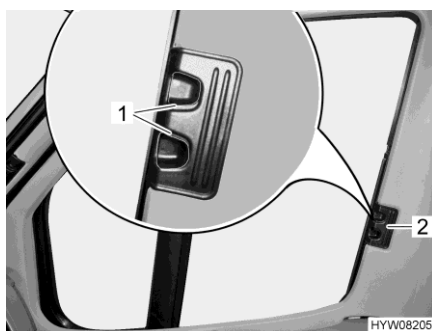

Fig. 45 Tendina oscurante pieghevole (finestrino del conducente/passeggero)
- Premere le maniglie di sbloccaggio (Fig. 45,1) e mantenerle premute.
- Con la levetta (Fig. 45,2) tirare le tendine oscuranti pieghevoli per il finestrino del guidatore e del passeggero verso l'altro lato della finestra e congiungerle alle strisce magnetiche.
- Inserire fino all'arresto le tendine oscuranti pieghevoli per il finestrino del guidatore e del passeggero per la maniglia (Fig. 45,2).
- Rilasciare le maniglie di sbloccaggio (Fig. 45,1) e mantenerle innestate.